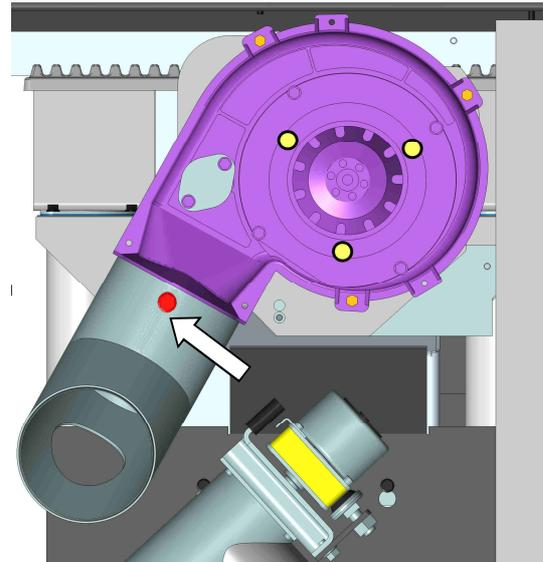

Abb. 33: Befestigung Bogen
1. Die Befestigungsschraube des 90°-Rauchrohrbogens heraus-schrauben (Abb. 33) und den Bogen vom Gebläsegehäuse demontieren.